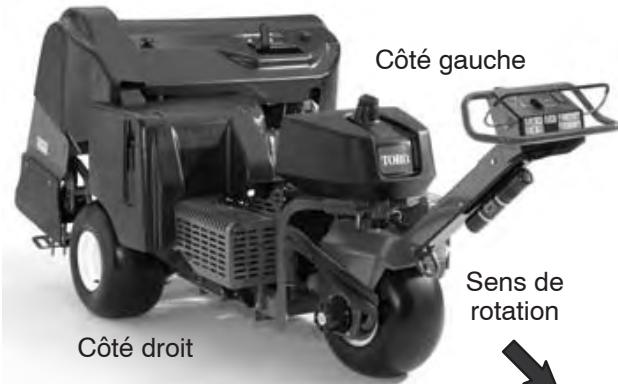

Figure 17
**Remarque :** Les côtés gauche et droit de l'aérateur sont déterminés d'après la position de conduite (Fig. 17).